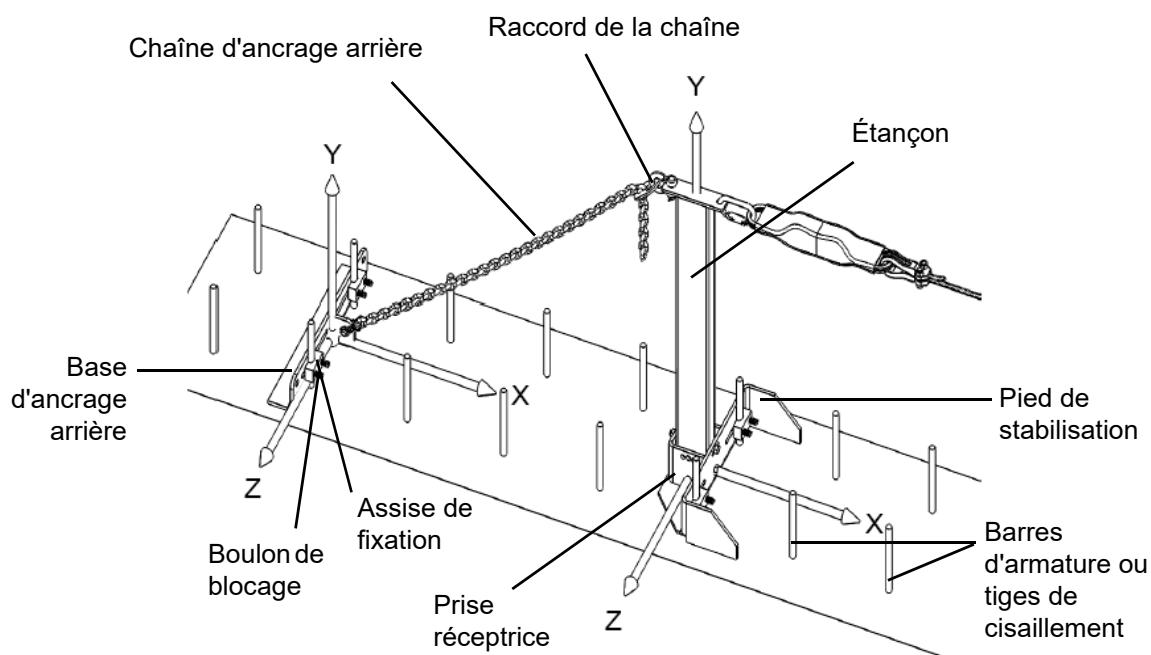
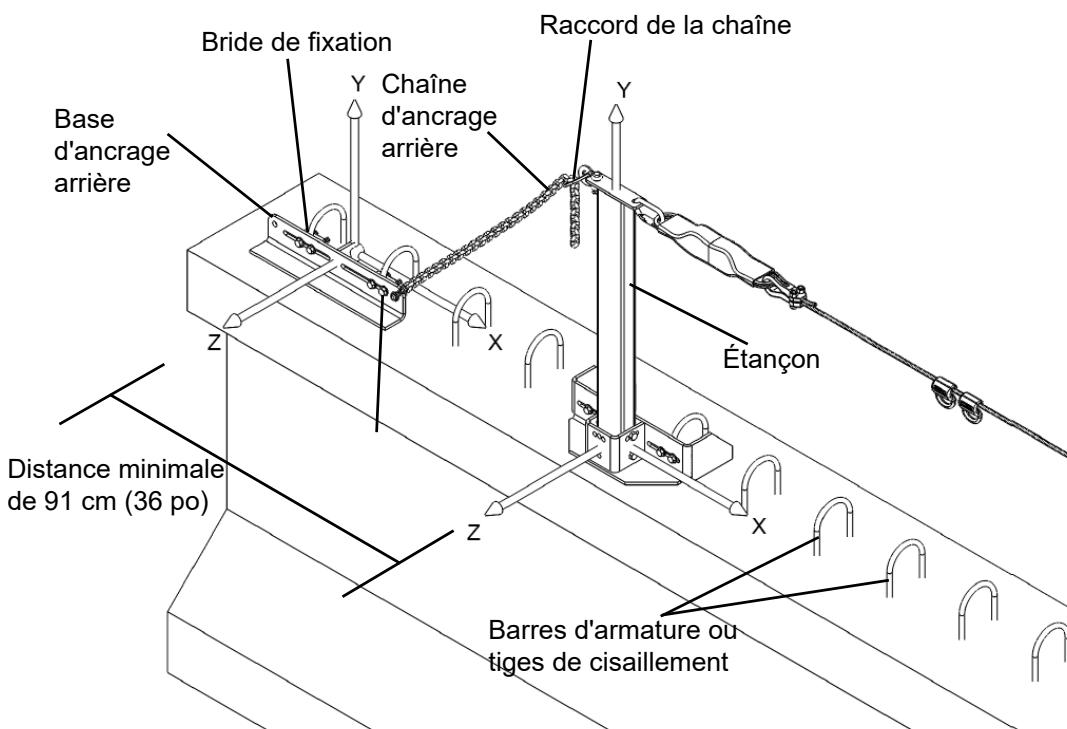

Figure 7
Figure 8
La base de l'étañçon à béton peut être fixée aux barres d'armatures ou aux tiges de cisaillement qui dépassent de la poutre de béton ou d'acier. La base de l'étañçon à béton peut être installée selon une configuration perpendiculaire ou parallèle à la longueur de la corde d'assurance horizontale. Pour la configuration perpendiculaire, s'assurer que la prise réceptrice sur la base du poteau-étañçon est du côté le plus près du support d'ancrage arrière et que le pied de stabilisation est du côté le plus éloigné de la fixation à ancrage arrière (voir la figure 7). Pour la configuration parallèle, l'orientation de la prise réceptrice et du support d'ancrage arrière n'a pas d'importance.
L'étançon MSA standard pour béton peut être fixé perpendiculairement à la longueur d'une corde d'assurance horizontale sur une poutre d'une largeur minimale de 51 cm (20 po). Pour que l'étançon à béton puisse être fixé aux barres d'armature ou aux tiges de cisaillement, leur diamètre doit se situer entre 1,3 cm et 2,5 cm (entre 1/2 po et 1 po). L'espacement entre les barres d'armature ou les tiges de cisaillement, sur le sens de la longueur de la corde d'assurance horizontale, doit être d'au moins 10,2 cm (4 po). L'espace entre les centres des barres d'armature ou des tiges de cisaillement dans le sens perpendiculaire à la longueur de la corde d'assurance horizontale doit être entre 20,3 cm et 30,5 cm (entre 8 po et 12 po). Les tiges d'armature doivent se prolonger d'au moins 10,2 cm (4 po) au-dessus de la surface de montage. Les tiges de cisaillement doivent se prolonger d'au moins 12,7 cm (5 po), de la limite de la surface de montage jusqu'au-dessous de la tête de la tige. Voir la figure 7.
L'étançon MSA standard pour béton peut être fixé parallèlement à la longueur d'une corde d'assurance horizontale sur du béton d'une largeur minimale de 30,5 cm (12 po). Pour que l'étançon à béton puisse être fixé aux barres d'armature ou aux tiges de cisaillement, leur diamètre doit se situer entre 1,3 cm et 2,5 cm (entre 1/2 po et 1 po). L'espace entre les centres des barres d'armature ou des tiges de cisaillement dans le sens parallèle à la longueur de la corde d'assurance horizontale doit être entre 10,2 cm et 30,5 cm (entre 4 po et 12 po). Les tiges d'armature doivent se prolonger d'au moins 10,2 cm (4 po) au-dessus de la surface de montage. Les tiges de cisaillement doivent se prolonger d'au moins 12,7 cm (5 po), de la limite de la surface de montage jusqu'au-dessous de la tête de la tige. Les tiges d'armature ou les tiges de cisaillement doivent être à au moins 12,7 cm (5 po) du bord de la poutre. Voir la figure 8.
Pour la configuration perpendiculaire, s'assurer que la plaque d'ancrage trouée pointe vers la base de l'étançon, voir la figure 7. Pour la configuration parallèle, l'orientation du support d'ancrage arrière n'a pas d'importance.
- (1) Placer le support d'ancrage arrière sur la poutre de sorte qu'une distance minimale de 91 cm (36 po) sépare son point d'attache avec la chaîne d'ancrage arrière du point d'attache de la chaîne à l'étançon. Cette distance de 91 cm (36 po) est mesurée à l'horizontale. Voir les figures 7 et 8.
- (2) S'assurer que le support d'ancrage arrière est aligné avec la base de l'étançon.
- (3) Placer les brides de fixation autour des barres d'armatures ou tiges de cisaillement.
- (4) Placer une rondelle sur chaque boulon de 1/2 po de diamètre, insérer le boulon dans une fente du support d'ancrage arrière, puis l'enfiler dans une bride de fixation.
- (5) Déplacer chaque bride de fixation dans la fente pour placer son indentation centrale vis-à-vis la barre d'armature ou la tige de cisaillement.
- (6) Serrer les boulons également de sorte que les brides de fixation soient alignées uniformément sur le support d'ancrage arrière.
- (7) Serrer les boulons à 80 Nm (60 pi-lbf).
- (8) Vérifier que le support d'ancrage arrière est de niveau avec le dessus de la poutre.
Le poteau-étançon doit être orienté dans la direction de la corde d'assurance horizontale, voir les figures 7 et 8. La plaque à l'extrémité supérieure du poteau est munie d'un trou où la corde d'assurance horizontale s'attache et d'un autre trou, de l'autre côté, pour fixer le raccord de la chaîne. Ces deux trous doivent être alignés avec la corde d'assurance horizontale (le côté large du poteau étant parallèle avec la corde d'assurance horizontale). De plus, le poteau peut être installé verticalement ou avec une inclinaison vers la droite ou la gauche, selon les exigences de l'application.
Pour les supports d'ancrage arrière installés perpendiculairement à la longueur de la corde d'assurance horizontale, la chaîne d'ancrage arrière se raccorde à la plaque perpendiculaire à la face du support, voir la figure 7. Pour les supports d'ancrage arrière installés parallèlement à la longueur de la corde d'assurance horizontale, la chaîne d'ancrage arrière est soutenue par le trou qui est au bout du support, voir la figure 8.